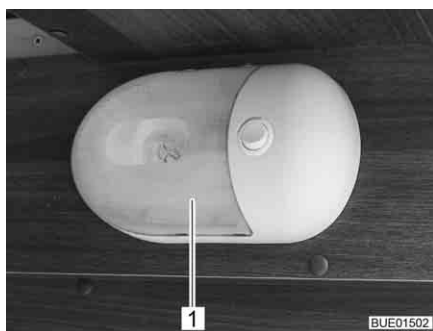

Bild 239 Påbyggnadslampa
- Tryck försiktigt samman den transparenta kåpan (Bild 239,1) på båda sidor, dra lätt bort den från brytaren och ta bort den framifrån.